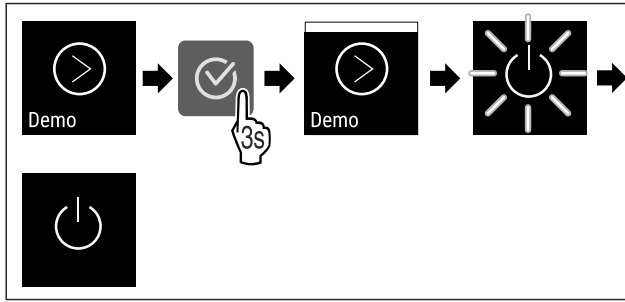

Fig. 110
- ▶ Vykonajte kroky akcie (pozri Fig. 110) .